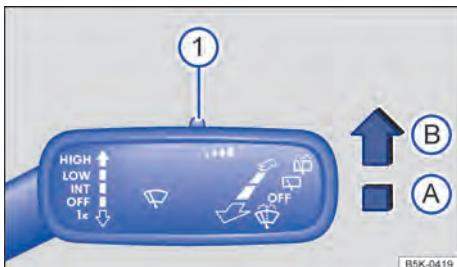

Fig. 77 À direita da coluna de direção: alavanca dos limpadores dos vidros.
Pressionar a alavanca para a posição desejada → Fig. 77:
A sensibilidade do sensor de chuva pode ser ajustada manualmente com o interruptor na alavanca dos limpadores dos vidros → Fig. 77 (1) → .